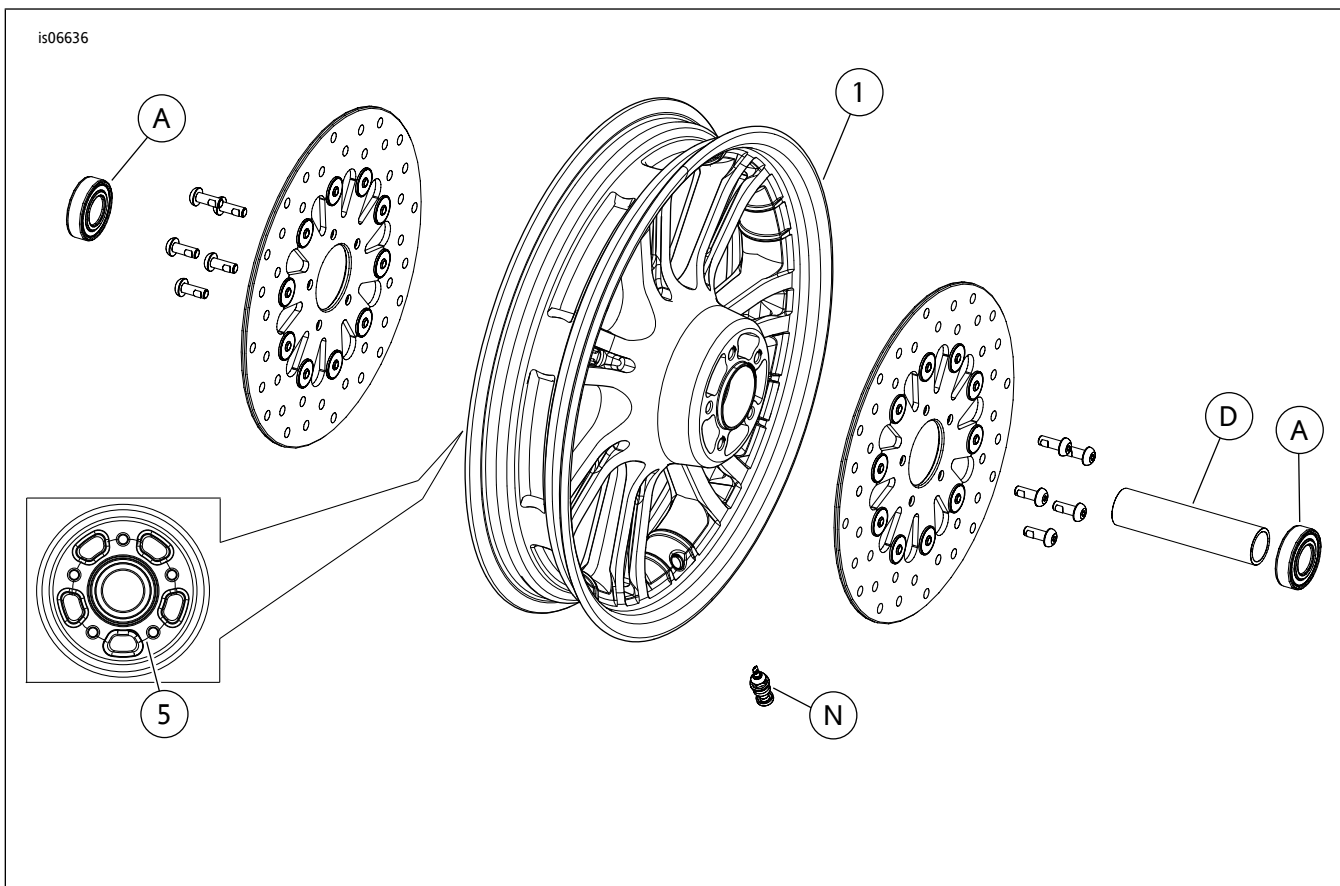

图2。维修零件：14轮辐前轮套件
2. 参见图2。在车轮上安装阀杆组件(N)。参阅维修手册中的“轮胎”部分。
车轮的轮毂正面具有加工槽(图2：项目5)以标识右侧。